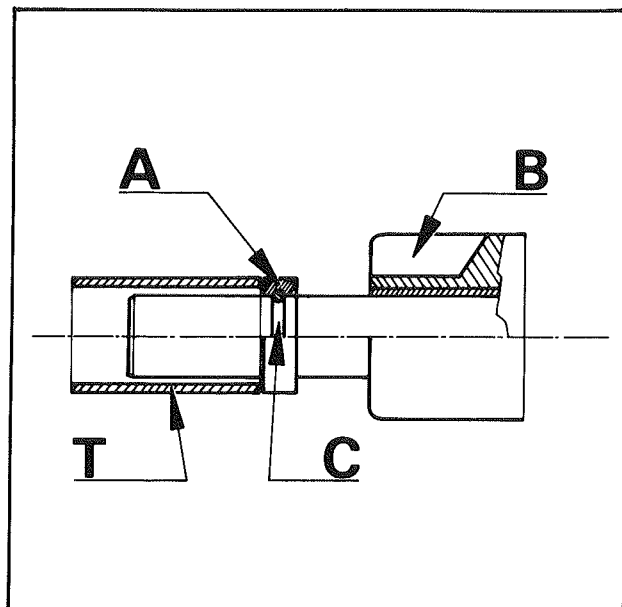

Fig. 1
- A l'aide d'un morceau de tube (T), chasser la bague butée (A) (fig. 1) vers le pignon (B).
- A l'aide d'une pince à circlips, ouvrir et déposer le jonc d'arrêt (C).